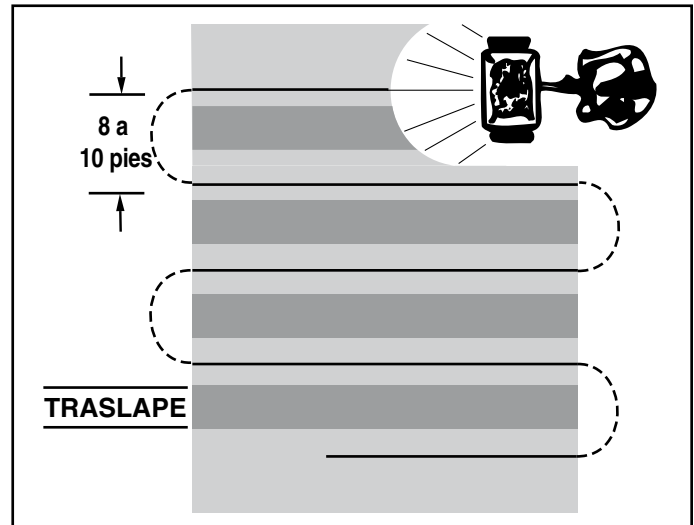

FIGURA 16
8. Para garantizar una cobertura uniforme, siga cada paso de modo que el patrón de dispersión se traslape ligeramente respecto del patrón del paso previo, como se muestra en la Figura 16. Los anchos de la dispersión aproximados para diferentes materiales se muestran en la tabla de aplicaciones de esta página.